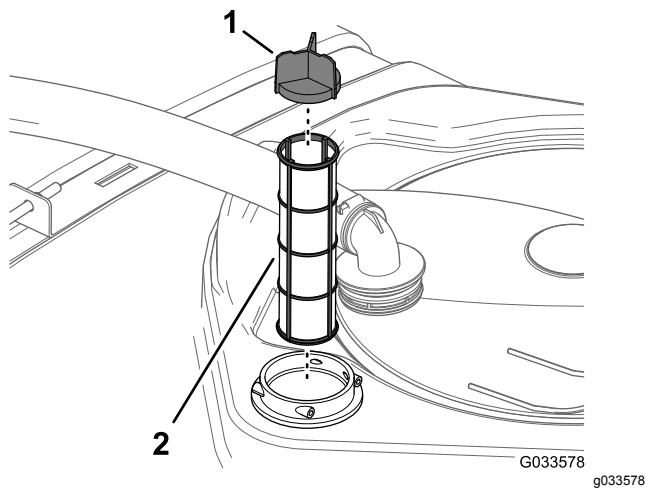

図 77
4. ストレーナハウジングタンク内部からストレーナを取り出す 図 77。